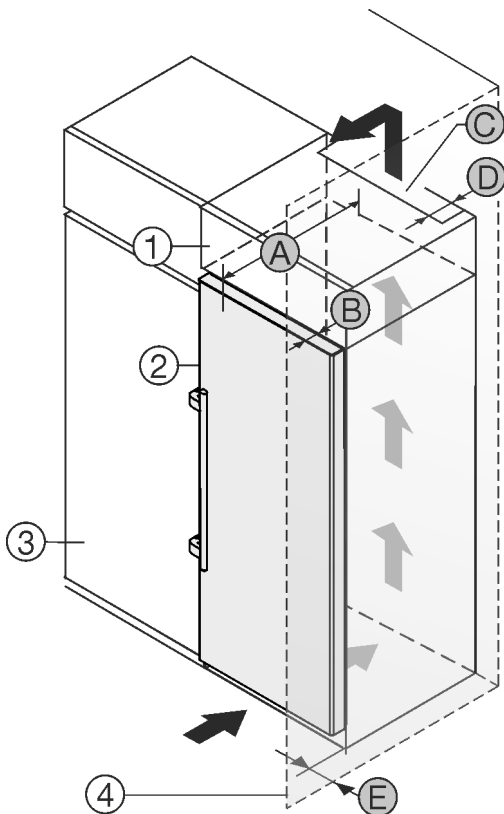

Fig. 2
- (1) Nastavná skříňka\*
- (2) Přístroj\*
- (3) Kuchyňská skříň\*
- (4) Stěna\*
- (5) Hloubka přístroje\*
- (A) Hloubka dvířek\*
- (B) Hloubka dvířek\*
- (C) Ventilační průřez\*
- (D) Vzdálenost zadní strany přístroje\*
- (E) Vzdálenost k zadní straně přístroje\*
Můžete přístroj nainstalovat přímo vedle kuchyňské skříňky Fig. 2 (3).\*
Na zadní straně nastavné skříňky musí být větrací šachta hluboká Fig. 2 (D) přes celou šířku nastavné skříňky.\*
Pod stropem místnosti musí být dodržen ventilační průřez Fig. 2 (C).\*
Když přístroj instalujete závěsy vedle stěny Fig. 2 (4), musí být vzdálenost mezi přístrojem a stěnou minimálně 57 mm. To odpovídá přesahu madla při otevřených dveřích.\*
Aby bylo možné dvířka plně otevřít, musí přístroj přesahovat o hloubku dvířek Fig. 2 (B) vůči přední linii kuchyňské skříňky. V závislosti na hloubce kuchyňských skříňek Fig. 2 (3) a použití vymezovačů odstupu od stěny může přístroj vyčnívat dále.\*